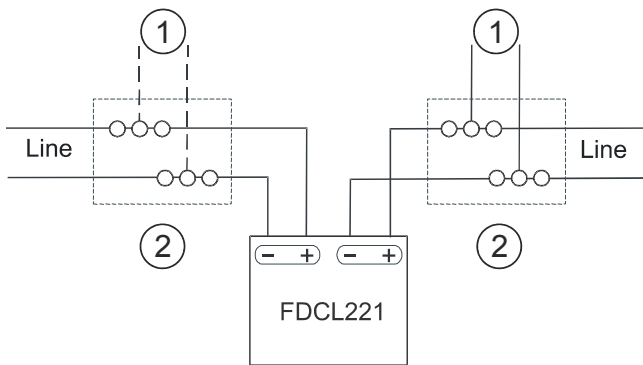

Fig. 4
The figure (Fig. 4) shows the electric connection of the line separator in the FDnet with triple terminal blocks (2). Soldering is equally possible.
- Connect the line separator to the FDnet according to the connection diagram (Fig. 4).
- Connect the stub line (1) to the FDnet according to the connection diagram (Fig. 4).
Legend Fig. 4
Das Schema (Fig. 4) zeigt den elektrischen Anschluss des Linientrenners im FDnet mittels 3-fach-Reihenklemmen (2). Lötanschlüsse sind gleichfalls möglich.
- Schliessen Sie den Linientrenner gemäss dem Anschlusschema an das FDnet (Fig. 4).
- Schliessen Sie die Stickleitung (1) gemäss dem Anschlusschema an das FDnet (Fig. 4).
Legende Fig. 4
Le schéma (Fig. 4) indique le raccordement électrique de l'isolateur de ligne dans FDnet au moyen de blocs de jonction triples (2). Les connexions soudées sont également possibles.
1. Raccordez l'isolateur de ligne au FDnet conformément au schéma de raccordement (Fig. 4).
2. Raccordez la ligne en étoile (1) au FDnet conformément au schéma de raccordement (Fig. 4).